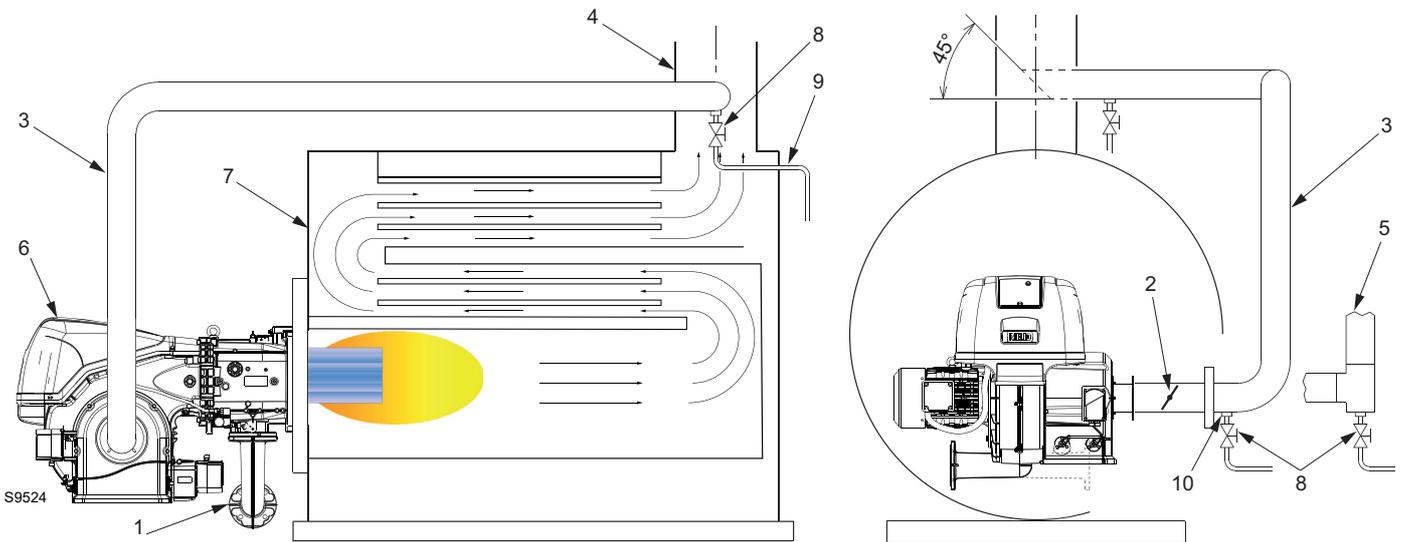

Abb. 18
- Normalerweise sollte die Rohrleitung wie in Abb. 18 gezeigt am Rauchabzug angeschlossen werden, sodass ein 45°-Winkel in Richtung des Rauchflusses gebildet wird, wo sich die Mitte des Winkels in der Mitte des Rauchabzugs befindet. Die Rohrleitung kann an der Rauchkammer angeschlossen werden, muss aber auf jedem Fall im 45°-Winkel in Richtung des Rauchflusses gehalten werden, wobei sich die Mitte des Winkels in der Mitte des Rauchabzugs befinden muss.
Legende (Abb. 18)